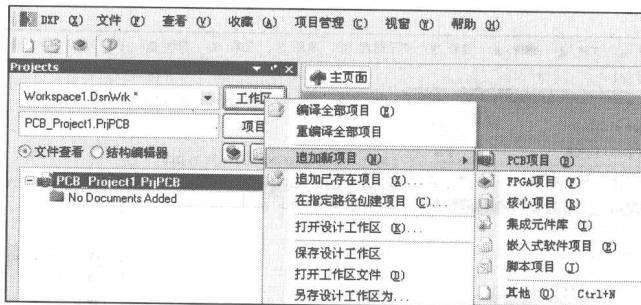

图 1-17 创建一个新项目
(1) 单击 **工作区** 按钮，出现如图 1-17 所示菜单，执行“追加新项目→PCB 项目”命令，可以在当前工作区中创建一个 PCB 项目。